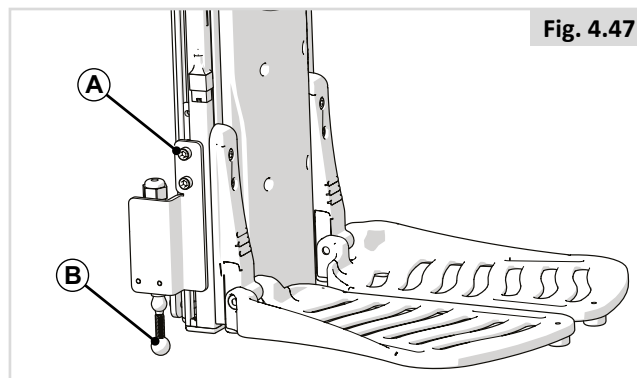

Fig. 4.47
Wenn die optionale Funktion „Fußbrett bodentief absenkbar“ vorhanden ist (Fig. 4.47), ist hier ein Schalter montiert. Der Schalter (A) muss nach dem Verstellen der Unterschenkellänge in der Höhe verstellt werden. Vergewissern Sie sich, dass sich die Kugel des Schalters ganz unter der untersten Kante der Fußraste (B) befindet.